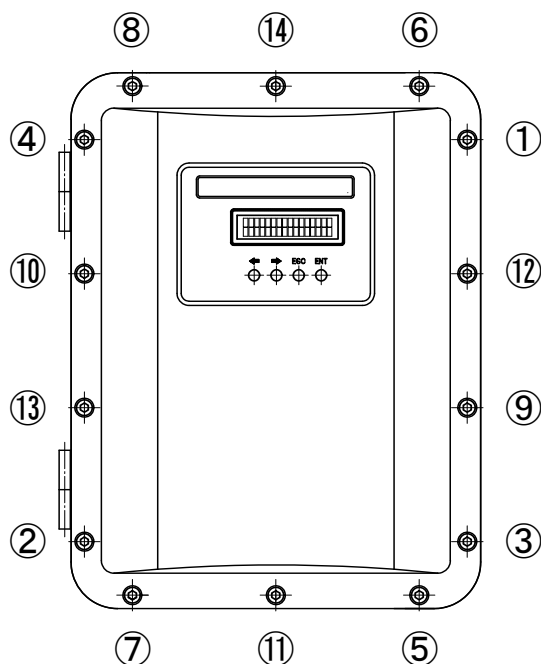

図5-1；六角穴付きボルト締め付順序
- (1) 流量計本体は14本のM5六角穴付きボルトにて固定されております。これらのボルトは規定のトルクにて締め付けられております。このため、流量計本体を開け、再びケースを閉じる際には指定トルク $2.5[N \cdot m]$ にて、図5-1の順序にて締め付ける必要があります。尚、ケースを開ける際にもこの順序を遵守してください。
- (2) 防水性能を維持するために、流量計本体にはOリングを使用しております。Oリングは消耗品のため、本体ケースを開けた際には交換してください。この際にOリングにはシリコングリースを塗布してください。
- (3) 上記Oリング以外にも流量計本体には、ケーブルグランド用のゴムパッキン等消耗品を使用しております。防水性能を維持するために、定期的に点検を実施し、消耗品の交換をしてください。